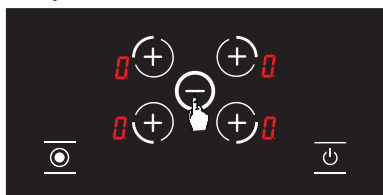

Рисунок 17
3. Также, температура всех конфорок варочной панели может быть установлена на **Y** с помощью кнопки **⊖**. (см. Рисунок 17) Когда температура всех конфорок достигает до **Y**, варочная панель автоматически отключается через 20 секунд.